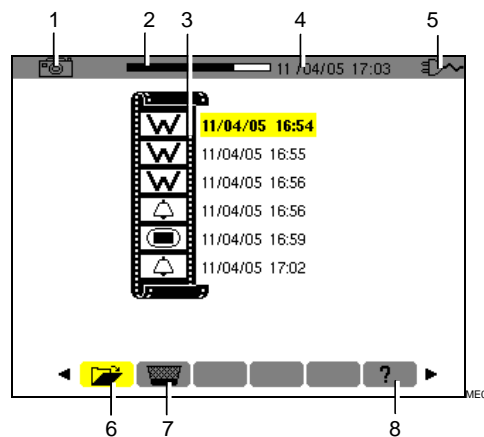

Abbildung 42: Anzeigebeispiel der Bildschirmfotografieliste.
In der Anzeige erscheint die Liste der gespeicherten Bildschirmfotografien (Abbildung 42).
1. Die Bildschirmseite Liste der Bildschirmfotografien ist angezeigt (Abbildung 42). Vergewissern Sie sich, dass das Untermenü  (unten im Display) markiert ist.
4. Gehen Sie mit ↵ zur Liste der Bildschirmfotografien zurück (Abbildung 42)
1. Die Bildschirmseite Liste der Bildschirmfotografien ist angezeigt (Abbildung 42). Markieren Sie das Untermenü  (unten im Display) mit ◀ ▶.